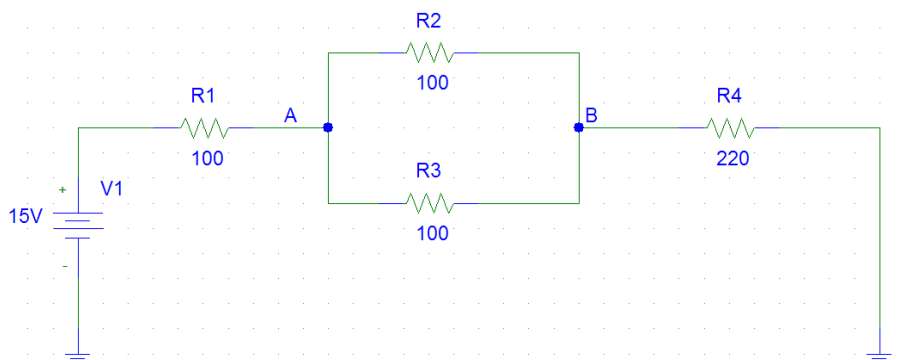

Figura 2: Circuito de continua con resistencias.
- b) Inicie sesión con su usuario del dominio ALUMNO e inicie PSpice haciendo doble clic en el icono PSPICE del escritorio. Edite el circuito de la Figura 2. Utilice el comando Draw/Get New Part para obtener los distintos componentes: generador de tensión VDC, resistencia R y toma de masa EGND. Guarde el archivo creado en la carpeta W:\TCO\Prac1